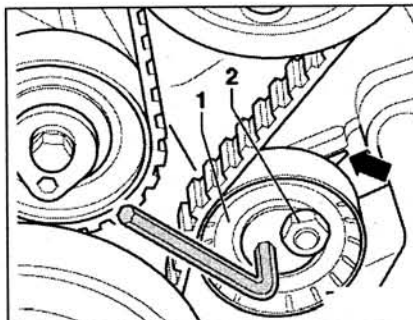

Рис. 3.5. Установите регулировочное приспособление для ВМТ 2068 А на отметке 96.9 мм (стрелка А).
- установите регулировочное приспособление для ВМТ 2068 А на отметке 96.9 мм (**стрелка А**) на левой шкале нониуса (рис. 3.5). Вкручивайте ручку регулировочного приспособления, как показано на рис. 3.5. Вращайте коленчатый вал до тех пор, пока метка ВМТ на маховике/ведущем диске не совместится с краем регулировочного приспособления (**стрелка В**) и метками на шкиве топливного насоса и кронштейне. Данное положение достигается при каждом втором положении ВМТ.